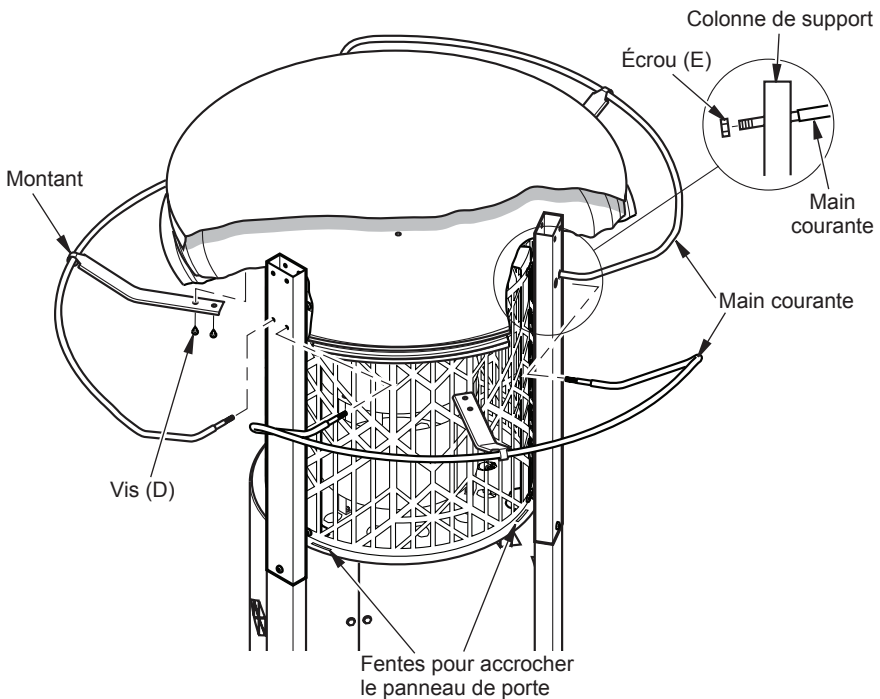

Figure 11 - Assemblage des main courantes (dessus et déflecteurs non illustrés pour plus de précision)
18. Faites coulisser les montants sur les mains courantes, comme illustré à la figure 11. La partie courbée des montants doit être orientée vers le bas.
19. Insérez les mains courantes dans les trous des colonnes (voir figure 11). Les mains courantes passeront entièrement à travers les colonnes. Vissez 1 écrou (E) aux extrémités des mains courantes comme illustré à la figure 11.
20. Fixez les montants au déflecteur inférieur avec 2 vis (D) chaque, comme illustré à la figure 11.